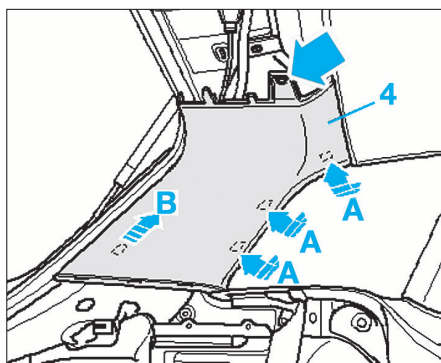

FIG. 89
- Déposer les garnitures supérieures d'ailes arrière (4) (Fig.89).